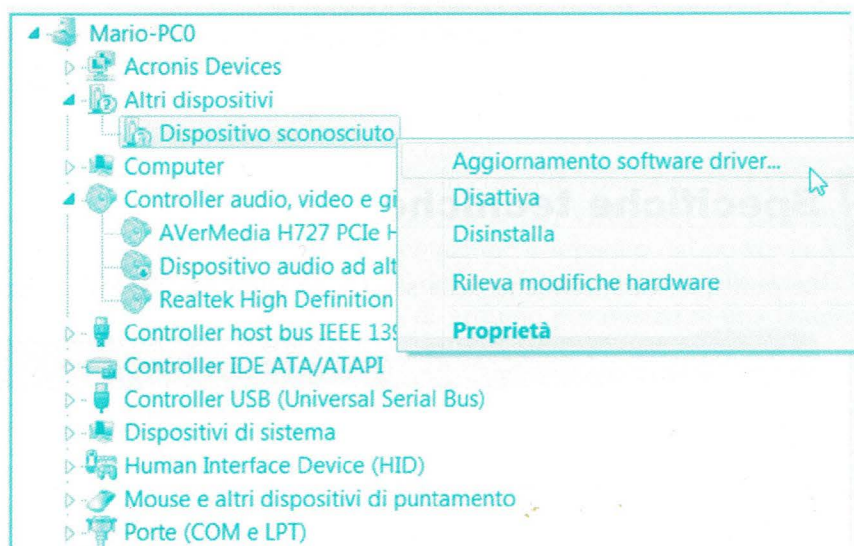

figura 1.3
4. dal menu che si apre si scelga AGGIORNAMENTO SOFTWARE DRIVER e si si faccia clic con il tasto destro su di esso (figura 1.3);